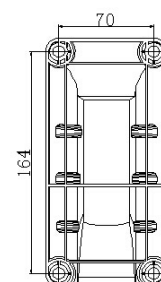

Fig.2
3. Tome o suporte de montagem como um modelo para marcar a posição dos parafusos e faça quatro furos na parede (Fig.2).